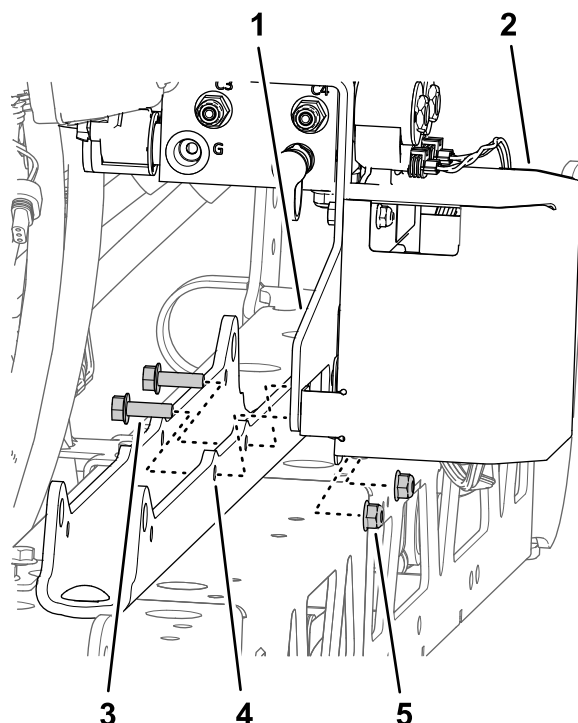

Figura 96
- B. Monte el soporte del distribuidor y el soporte del controlador TEC en el soporte de los cilindros (Figura 96) con los 2 pernos con arandela prensada (5/16" x 1") y la contratuerca con arandela prensada (5/16") que retiró en el paso 1 de Retirada del distribuidor de elevación de la sección de fumigación central (página 28).